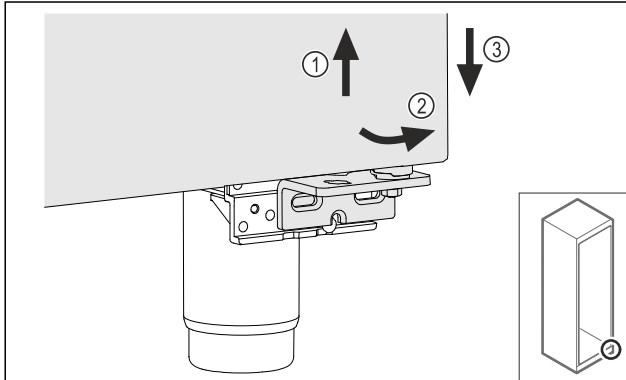

Fig. 19
- ▶ Tür leicht anheben Fig. 19 (1), unten nach vorne kippen Fig. 19 (2) und absenken Fig. 19 (3).